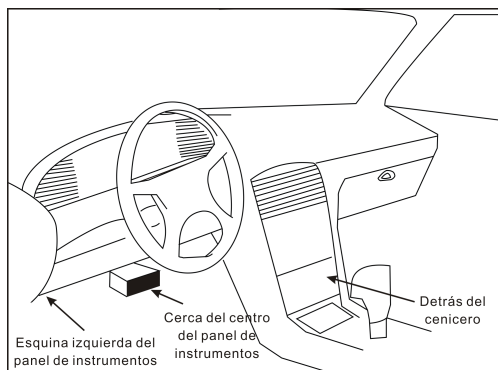

Figura 2-2
2. Localice el enchufe de DLC del vehículo: Se proporciona 16 pines de estándar y por lo general está situado en el lado del conductor, unos 12 pulgadas de distancia del centro del panel de instrumentos. Vea la Figura 2-2. Si el DLC no está equipada bajo el panel de instrumentos, se le dará una etiqueta que indique su posición. En caso de que no está encontrado ningún DLC, por favor, referente al Manual de Reparación de Automóviles;